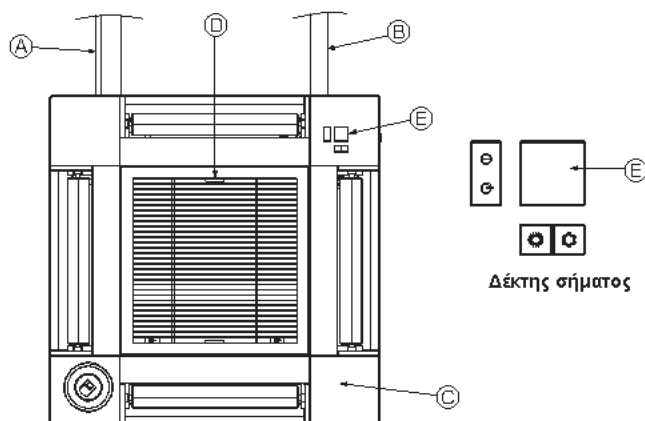

Fig. 10-17
10.5. Εγκατάσταση της γρίλιας εισαγωγής (Fig. 10-17)